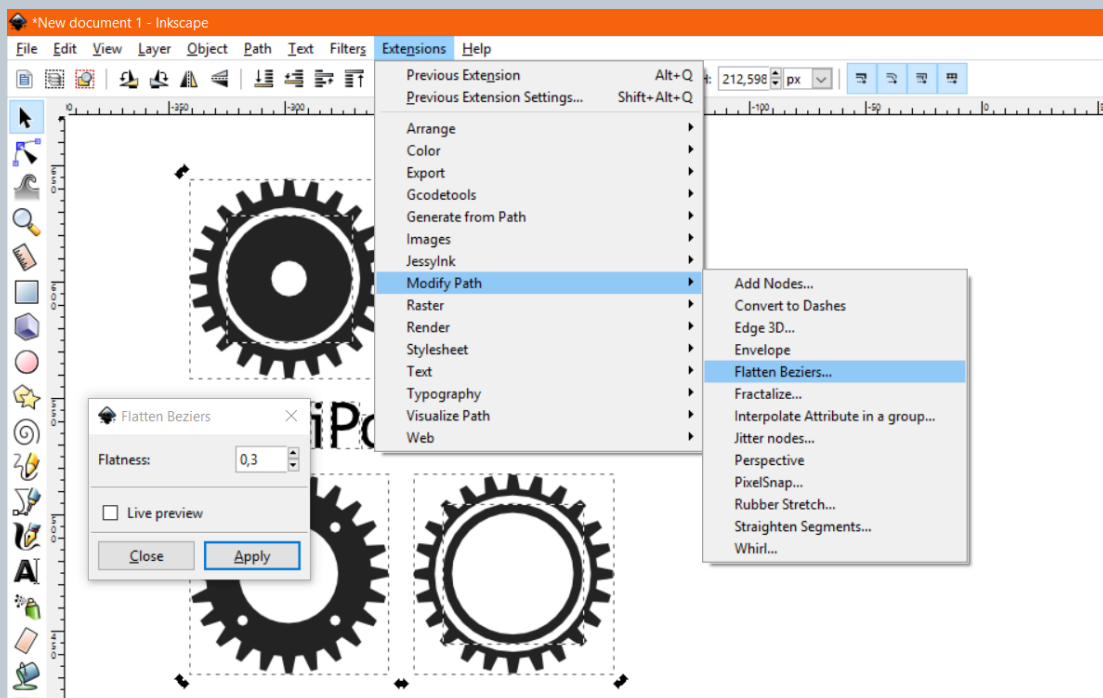

Fig. 44
- Una volta selezionate tutte le parti dell’immagine, selezionare dal menu a tendina “Estensioni” -> “Modifica tracciato” -> “Appiattisci bezier”, come da Fig. 44.